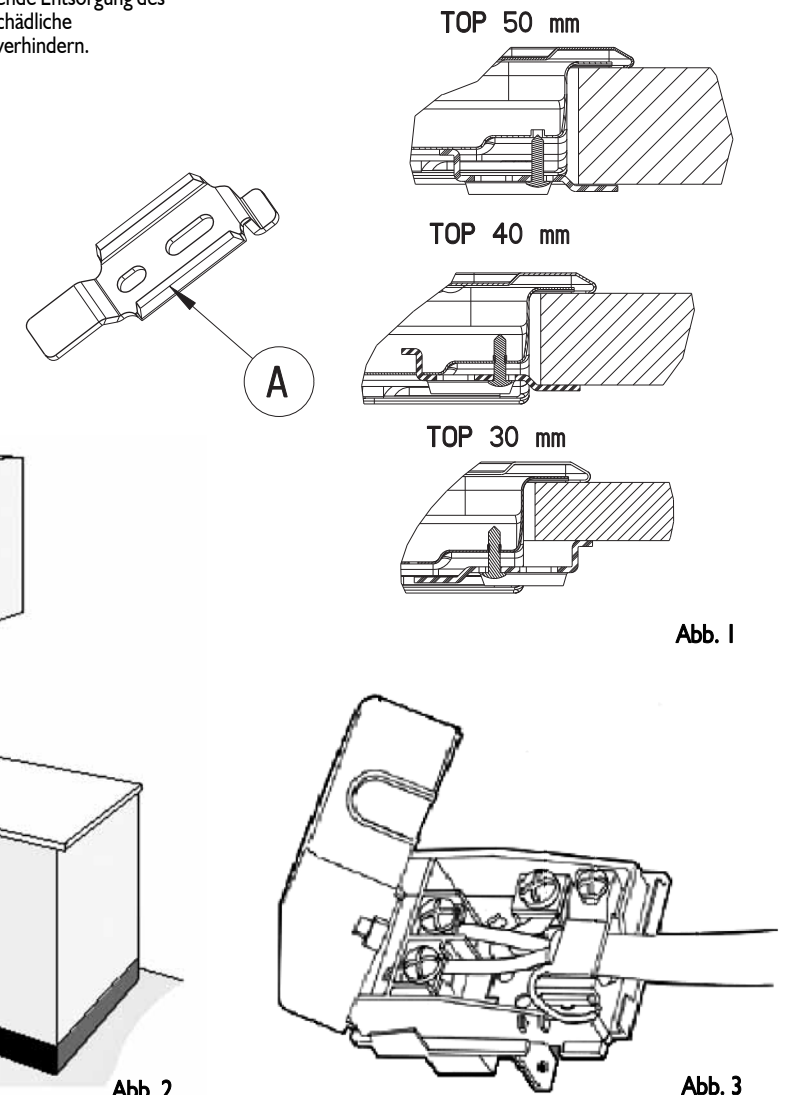

Abb. 1
1. Sichern Sie die Befestigungsklammern (A) (Abb. 1) mittels der mitgelieferten Schrauben. Achten Sie dabei auf die vorgeschriebenen Abstände.
- Montieren Sie nach dem elektrischen Anschluss das Kochfeld und haken Sie es in die Trägerfeder laut Abb. 1 ein.